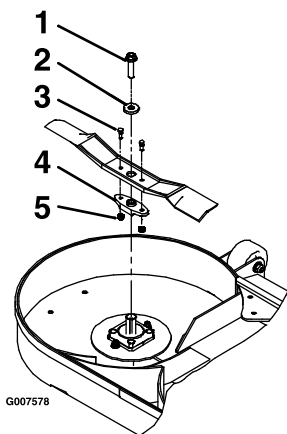

Figure 64
3. Déposez la lame, la rondelle et le boulon de lame qui fixe la lame et son dispositif d'entraînement (Figure 64).
4. Déposez le dispositif d'entraînement de la lame existante (Figure 64).
1. Posez le dispositif d'entraînement sur les lames neuves avec les boulons de cisaillement et les contre-écrous (Figure 64).
3. Posez la lame, la rondelle et le boulon de lame sur l'axe (Figure 64).